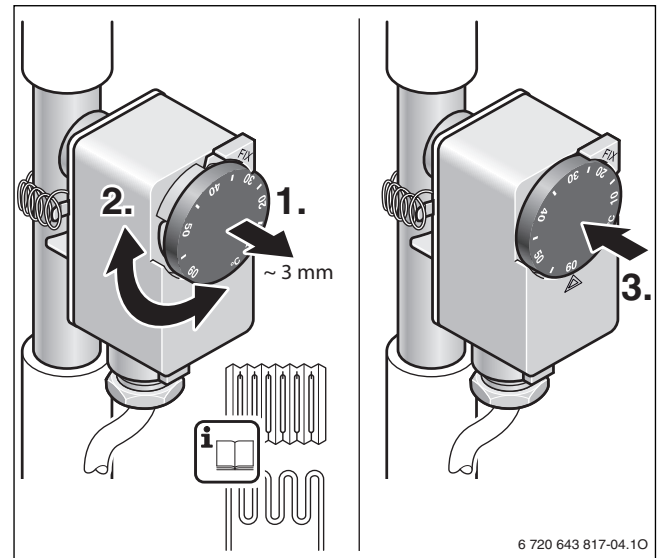

Bild 18 Temperatur einstellen
- ▶ Abschalttemperatur des Temperaturwächters entsprechend der Auslegung und Verträglichkeit der Heizungsanlage einstellen (→ Bild 18). Auf geeignete Temperatur für den Fußbodenbelag achten (Einstellbereich: 10... 60 °C).